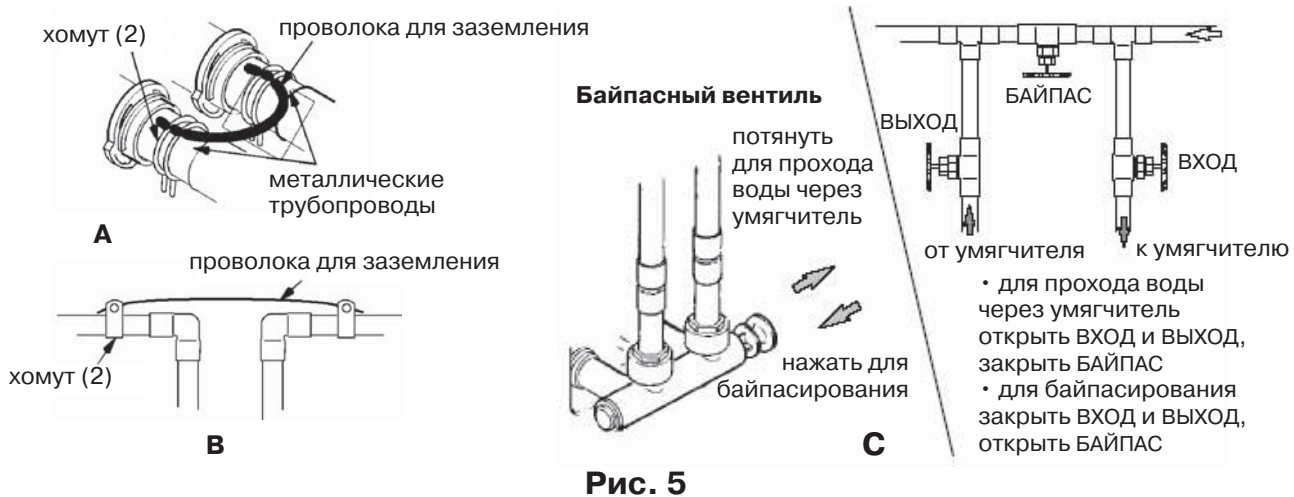

Рис. 5
а) установите проволоку между концевиками аппарата, рис. 5А.
б) установите провод сечением не менее 4мм² на двух хомутах между трубами магистрали в месте разрыва, рис. 5В.
- б) Переведите байпасную систему в положение байпаса, см. **рис. 5С**.